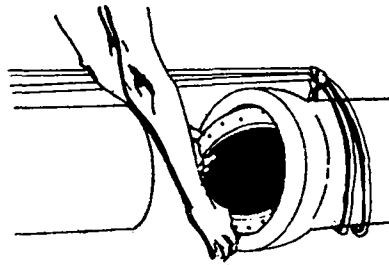

FIG. 7
5.º Passo — Coloque o anel no canal da bolsa, sem torção (fig. 7).